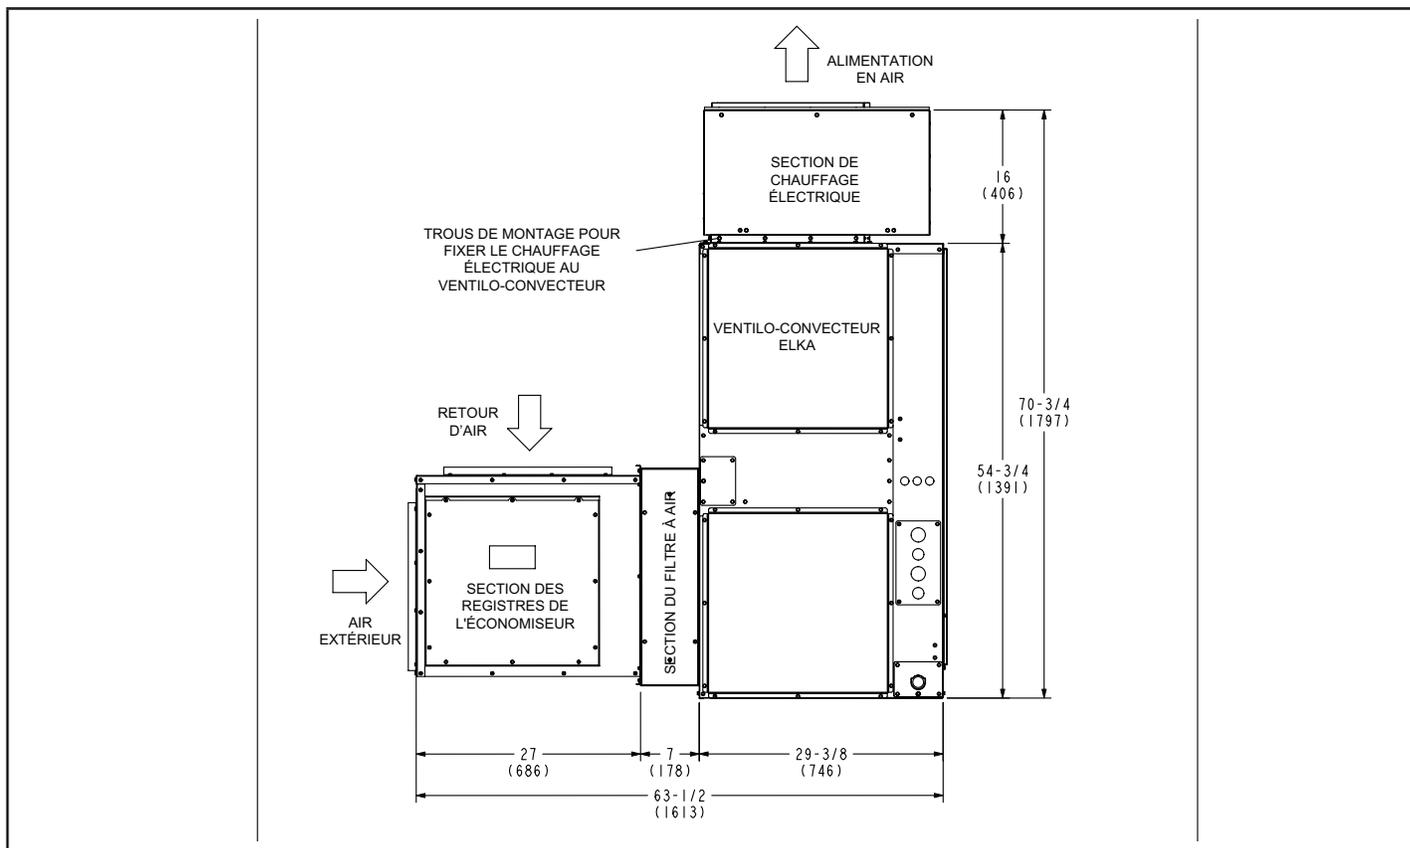

FIGURE 1. Configuration ascendante ELKA - dimensions - pouces (mm)
Les sections ELEH peuvent être installées sur une unité ELKA dans des configurations ascendantes ou horizontales, comme illustré aux Figures 1 et 2.
REMARQUE - Les brides de la section de chauffage électrique s'inséreront à l'intérieur des brides du conduit d'alimentation du ventilateur-convecteur. Lorsqu'ils sont correctement orientés, le boîtier du contrôleur de la section de chauffage électrique et celui du ventilateur-convecteur sont accessibles du même côté du ventilateur-convecteur. La bague à pression du boîtier du contrôleur de la section de chauffage électrique s'alignera sur la bague à pression qui vient d'être installée à côté de l'ouverture du ventilateur. Voir les Figures 1 et 2.
- 6 - Alignez les brides de la section de chauffage électrique juste à l'intérieur des brides du conduit d'alimentation du ventilateur-convecteur. Des trous de fixation correspondants sont prévus sur les deux brides. Fixez les deux brides ensemble à l'aide des vis fournies. Reportez-vous aux Figures 1 et 2.